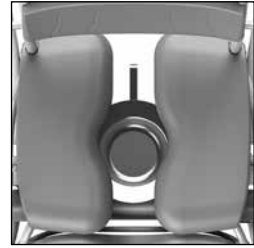

Abbildung 12 Bettpfanne aus rostfreiem Stahl vorne.
- Wenn die Bettpfanne aus rostfreiem Stahl oder der Eimer verwendet wird, kann die Bettpfanne/der Eimer in 2 Positionen unter dem Sitz platziert werden. Im vorderen Bereich des Sitzes (Siehe Abbildung 12) oder im hinteren Bereich des Sitzes (Siehe Abbildung 13).